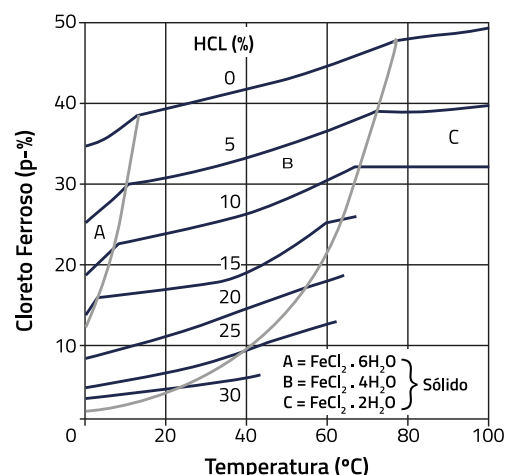

Figura 2 – Solubilidade do cloreto ferroso em ácido clorídrico para diferentes temperaturas. [7].
- O aumento da concentração de HCL diminuirá o limite de saturação do Fe (Figura 2). Como referência, é recomendada uma concentração de 140-160 g/L = 13 – 15 wt% (20°C).